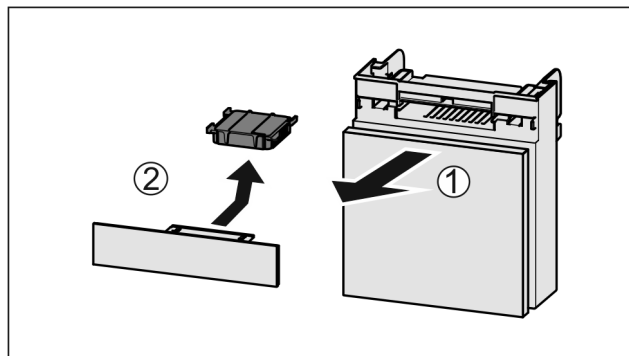

Fig. 83
- ▶ Pretinac izvucite Fig. 83 (1) prema naprijed.
- ▶ Izvadite filtara s aktivnim ugljenom Fig. 83 (2).